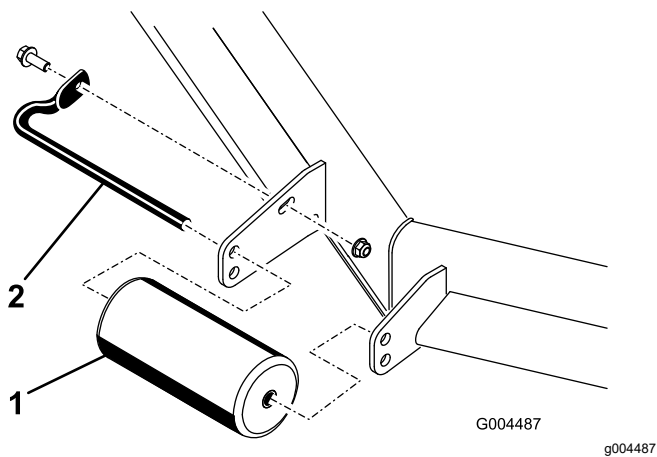
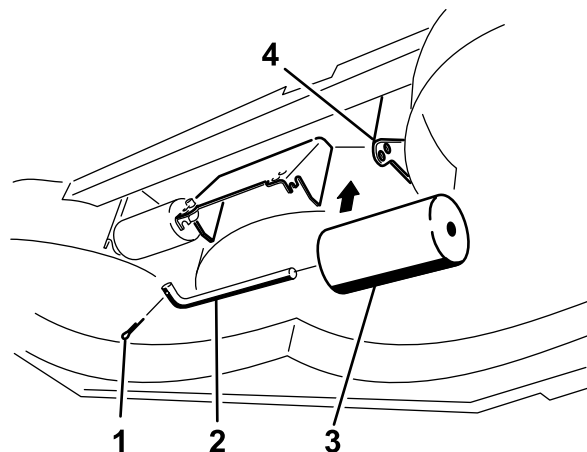

图 12
图 16
- 卸下滚刀组上固定各个滚筒的紧固件并根据需要上下移动滚筒请参阅适用于您的滚刀组的图 12至图 16。